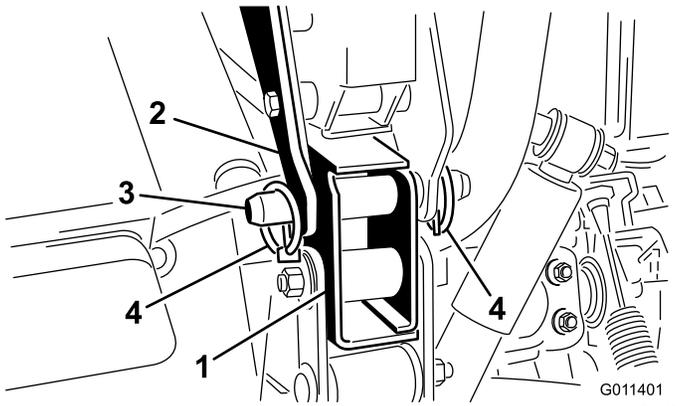

图 9
7. 用柱销和 2 个保险销将各个后安装支架固定到 Workman 工作车机架上图 9。